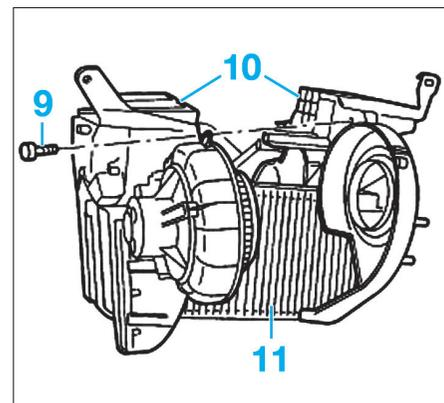

Fig. 19
- Déposer les vis (9) ouvrir le bloc chauffage (10) et sortir l'évaporateur (11) (Fig.19).